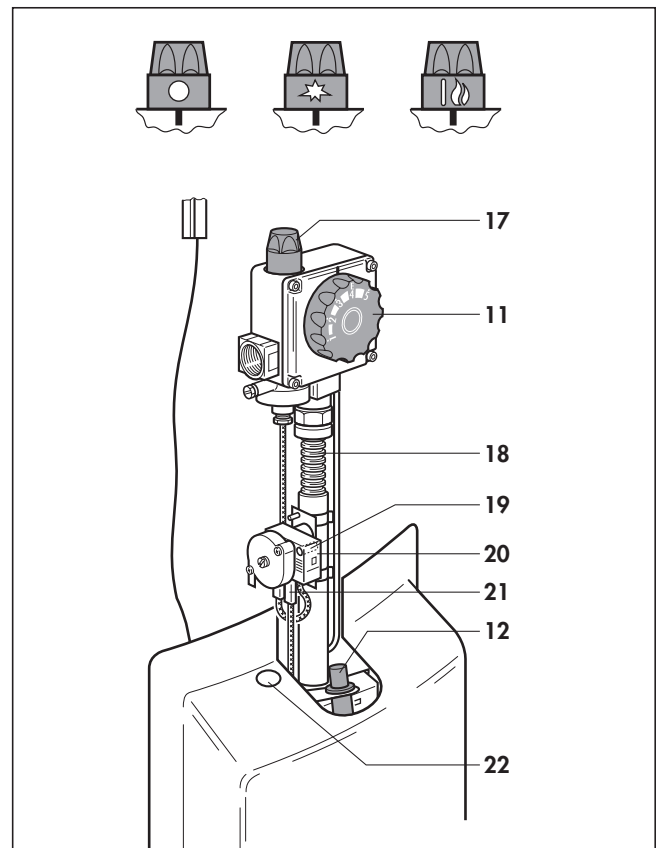

Abb. 3 Inbetriebnahme
- Schieben Sie das Kapillarrohr (51) drehend durch den Kabelkanal (29) (nicht knicken!).
- Stecken Sie den Temperaturbegrenzer (20) mit der Schelle auf das Verbindungsrohr unterhalb des Temperaturwählers (11).
- Bringen Sie die Stecker (s. Kapitel 3, Abbildung 3) am Temperaturbegrenzer (20) an.